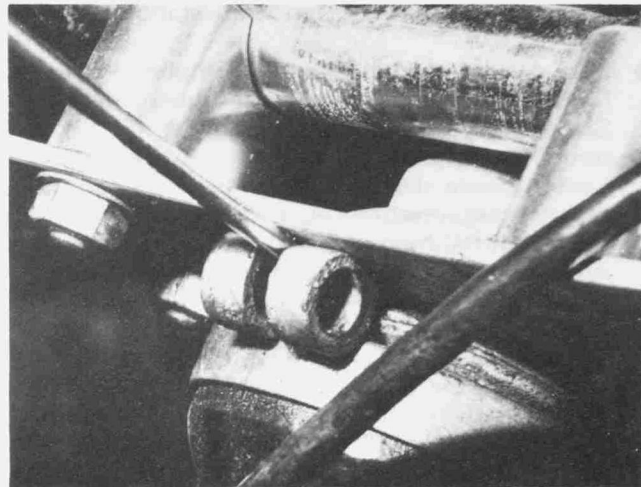

Bild 269
- Bei Motorrädern der Baureihe 5 den im Bordwerkzeug befindlichen Rundstab (4 mm Ø) durch den Schlitz im Klemmring einführen und in eine Nut des Nutrings einsetzen. Bei Baureihe 6 einen Hakenschlüssel für den Nutring benutzen. Den Nutring soweit festziehen, bis die Lager kein Spiel mehr haben. Die Zentriermutter unter gleichzeitigem Gegenhalten der Nutmutter festziehen. Die Klemmschrauben der unteren Gabelbrücke festziehen und Einstellung der Lager erneut kontrollieren. Die Lenkung ist richtig eingestellt, wenn sich die Gabel leicht zu einer Seite bewegt, wenn sie geringfügig aus der Mittelstellung herausbewegt wird (Bild 269).